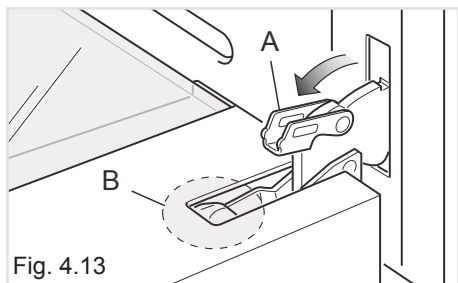

Fig. 4.13
- Aprire completamente la leva "A" delle cerniere destra e sinistra (fig. 4.13).
- Socchiudere dolcemente la porta fino a quando le leve "A" delle cerniere destra e sinistra si agganciano alla parte "B" della porta (fig. 4.13, 4.14).